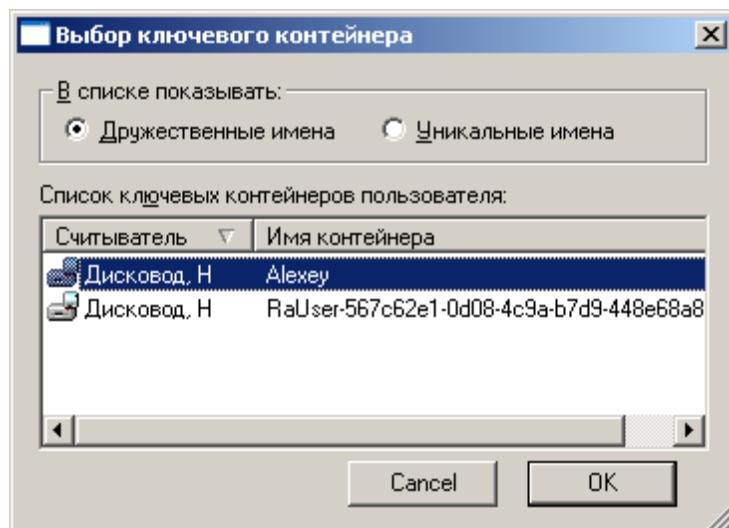

Рис. 212
**Внимание!** При подписи системой КриптоПро автоматически выбирается контейнер, имя которого совпадает с именем текущего пользователя Windows. Если такой контейнер найден не будет, то появится диалоговое окно **«Выбор ключевого контейнера»** (Рис. 212).